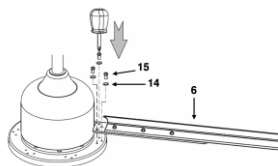

fig. 16
1. Fixez les pales (n° 7) à l'ensemble du ventilateur à l'aide des rondelles plates (n° 14) et des vis (n° 15) (fig. 16).